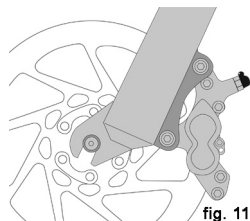

fig. 12
3. Некоторые типы велосипедных тормозов, такие как дисковые (рисунок 11) или прямой тяги (рисунок 12), исключительно мощны. Будьте особенно внимательны, привыкая к их работе, и осторожны в их эксплуатации.
Большинство тормозов, сжимающий обод колеса, имеют специальный разъем, позволяющий развести тормозные колодки в стороны для снятия и постановки колеса. Когда разъем разомкнут, тормоза не могут функционировать. Попросите продавца показать Вам, как функционирует разъем тормозных механизмов на Вашем велосипеде (рисунок 12, 13, 14 и 15), перед выездом всегда проверяйте работоспособность обоих тормозов.